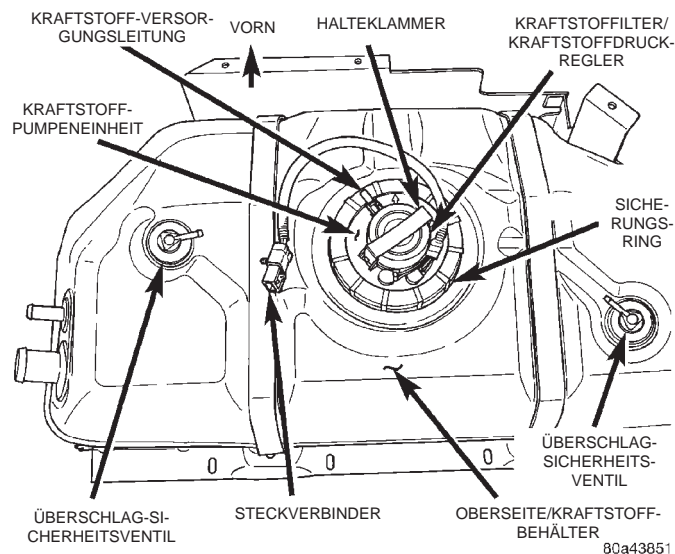
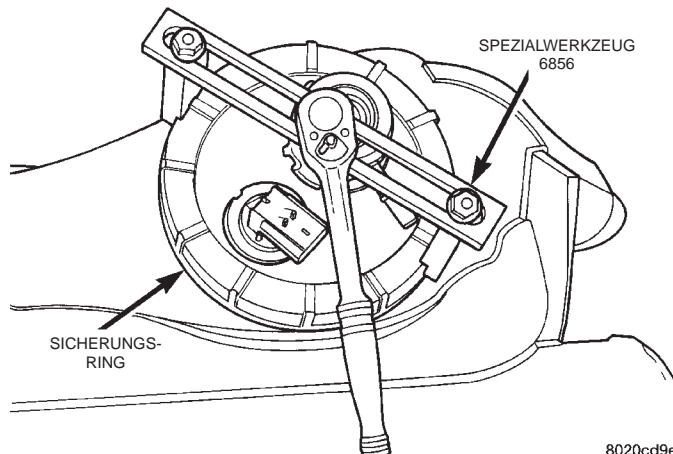

Abb. 25 Ansicht des Kraftstoffbehälters und der Kraftstoffpumpeneinheit von oben
Abb. 26 Aus-/Einbau des Sicherungsring—Beispiel
(1) Den Kraftstoffbehälter entleeren und ausbauen. Näheres hierzu siehe den Abschnitt "Aus-/Einbau, Kraftstoffbehälter" in diesem Kapitel.
(2) Den Bereich um die Kraftstoffpumpeneinheit gründlich feucht reinigen, um das Eintreten von Verschmutzungen in den Tank zu verhindern.
(3) Der Kunststoff-Sicherungsring der Kraftstoffpumpeneinheit ist auf den Kraftstoffbehälter aufgeschraubt (Abb. 25). Spezialwerkzeug 6856 auf dem Sicherungsring der Kraftstoffpumpeneinheit ansetzen und dann den Sicherungsring losschrauben (Abb. 26). Die Kraftstoffpumpeneinheit steigt nach oben, sobald der Sicherungsring gelöst ist.
(4) Die Kraftstoffpumpeneinheit aus dem Kraftstoffbehälter herausnehmen.